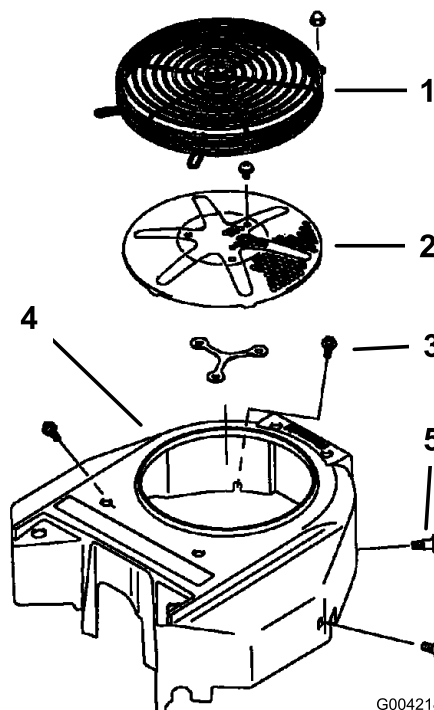

Figura 76
3. Rimuovete la griglia della presa d'aria, l'avviatore autoavvolgente e la sede della ventola (Figura 76).
5. Installate la griglia della presa d'aria, l'avviatore autoavvolgente e la sede della ventola (Figura 76).